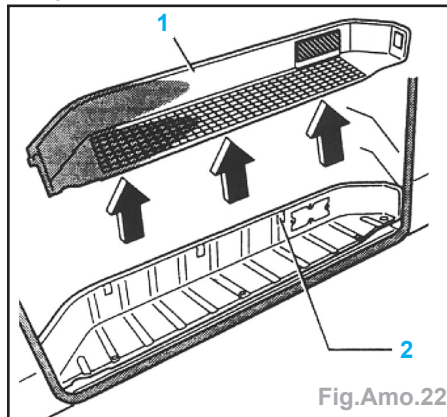

Fig.Amo.22
- Déclipser l'élément de marchepied (1) sur le côté extérieur (flèches) et l'extraire hors des agrafes de retenue (2) en le soulevant (Fig.Amo.22).